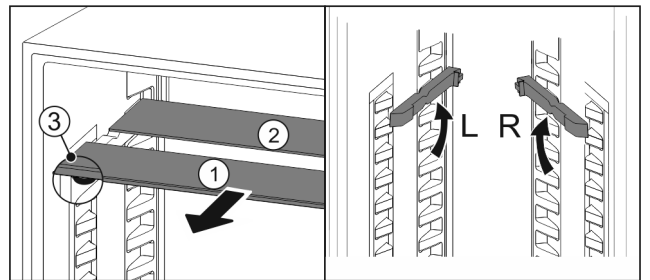

Fig. 19
- ▶ Vytiahnite sklenené dosky jednotlivo dopredu Fig. 19 (1).
- ▷ Sklenená doska Fig. 19 (1) s ozdobnou lištou leží vpredu.
- ▷ Zarážky Fig. 19 (3) ukazujú nadol.